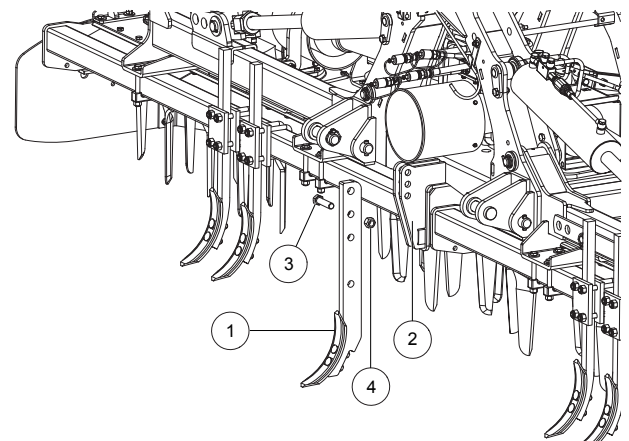

FIG. 11
- Den Zinken (1, "Fig. 11") in den zentralen Träger (2) einsetzen.
- Die Position mit dem Bolzen (3) regulieren.
- Den Bolzen mit entsprechenden Stift (4) absichern.